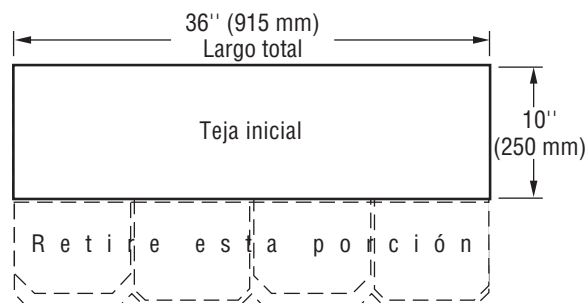

Figura 17-7: Haga tejas iniciales al sacar la parte inferior de 8" (203 mm).
- Al instalar Carriage House, la hilera inicial consistirá de tejas Carriage House de la cual se retiró la parte inferior de 8" (203 mm). La forma más sencilla de hacer esto es cortando de forma recta por el largo de la teja justo sobre la parte superior de los recortes (Figura 17-7).